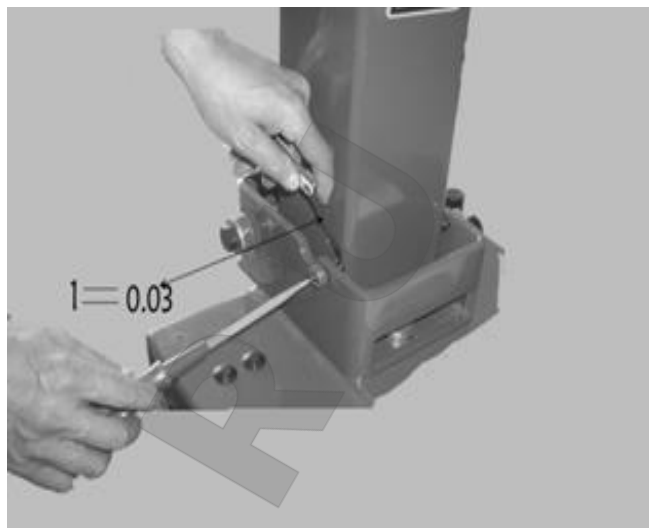

Рис.4-10
**4.2.13** Отрегулируйте положение болта по обе стороны стойки: Ослабьте гайки с обеих сторон и отрегулируйте зазор между головкой винта и стенкой стойки, он должен составлять 0.03мм (Рис.4-10) , а затем зафиксируйте гайку.